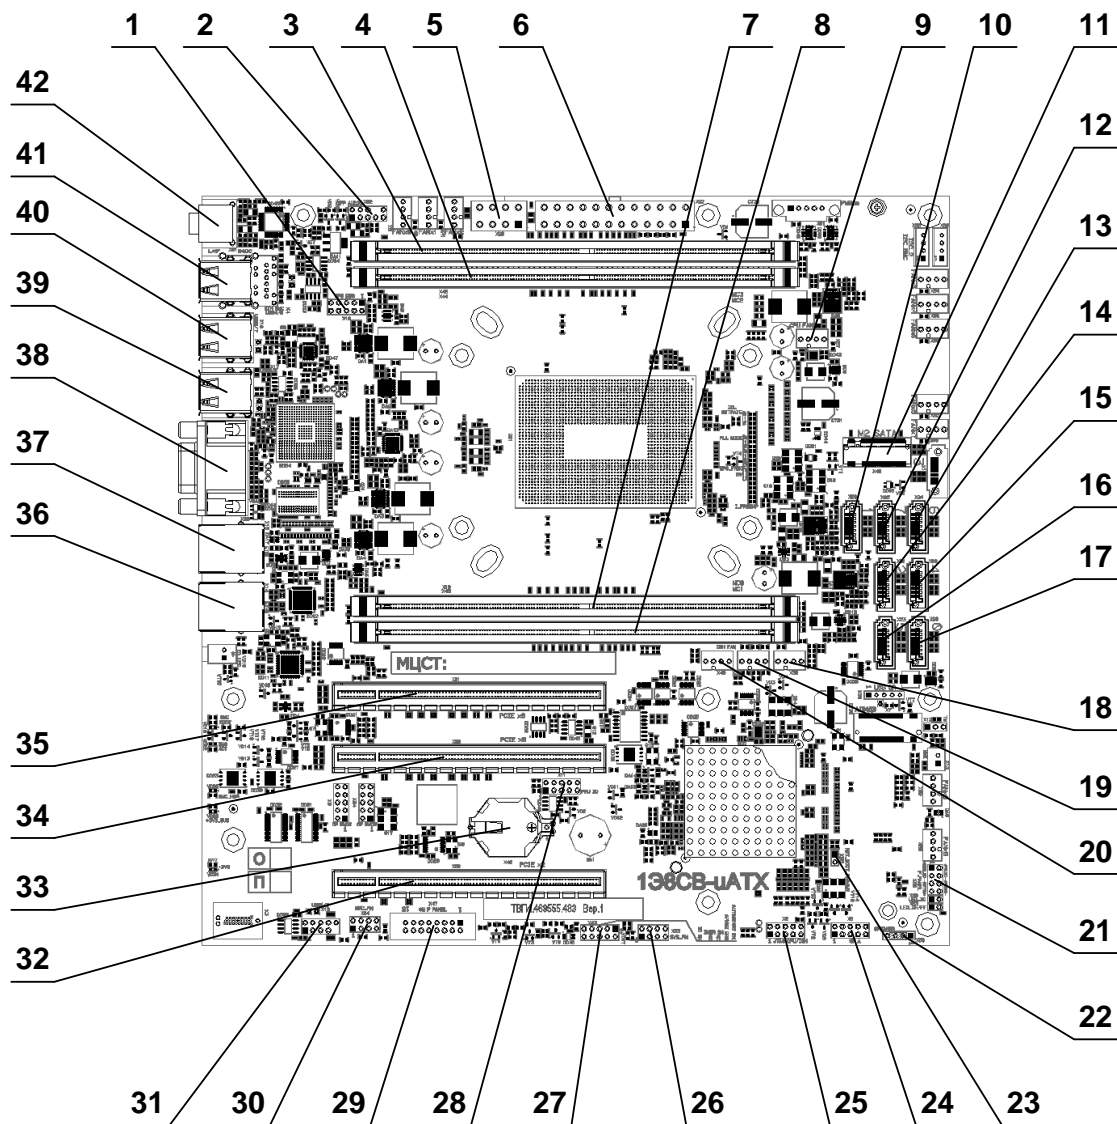

Рисунок 1 – Внешний вид соединителей панели 1Э8СВ-иАТХ
1.1.3.5 На соединителе X36 (см. рисунок 1, поз. 22) по умолчанию установлена перемычка на контакты X36:2 и X36:3 для обеспечения работы внутреннего электромагнитного излучателя звука. При необходимости к соединителю X36 можно подключить внешний излучатель звука на контакты X36:1 и X36:4, предварительно сняв перемычку с контактов X36:2 и X36:3.
1.1.3.6 На рисунке 3 приведена схема расположения контактов соединителя X35 (см. рисунок 1, поз. 21) для подключения переключателей и индикаторов передней панели типа Intel.
1.1.3.7 На рисунке 4 приведена схема расположения контактов соединителя X47 (см. рисунок 1, поз. 29) для подключения переключателей и индикаторов передней панели типа Supermicro.